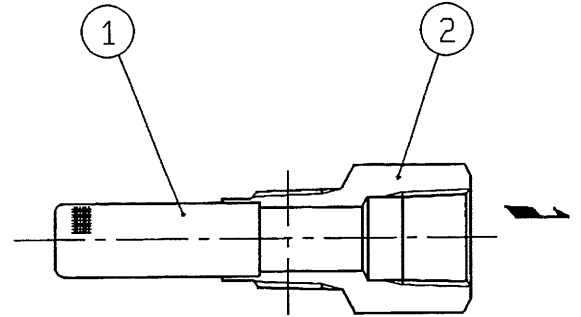

図5 FLI4型ストレーナ
FLI4型ストレーナ (B) (図5) はOD3型ダイヤフラム式基本弁 (A) の弁箱 (15) に直接ねじ込まれていますから、アクセサリ回りを取り外した後で取り出すことができます。
6.4 なお、アクセサリ回りはFLI4型ストレーナ（B）（図5）により鉄屑・塵埃から保護されていますから故障はほとんどありませんが、万一故障の場合には、特にRPD52-2型背圧弁（C）（図3）の弁体（17）、弁座（23）及び摺動部の清掃あるいは傷の除去などを行うと完全に補修することができます。